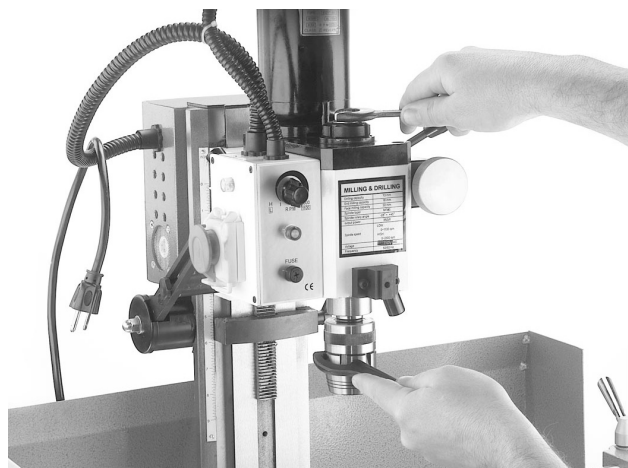

Fig. 12 Installering af valgfri patron
- Hold patronen på plads med hjælp af fastnøgle og spænd sekskantskæftmøtrik på spændingsboltene til den sidder stramt. Se **fig. 12**. SPÆND IKKE sekskantskæftmøtrik for meget ellers bliver det svært at tage patronen væk fra spindelkonus.